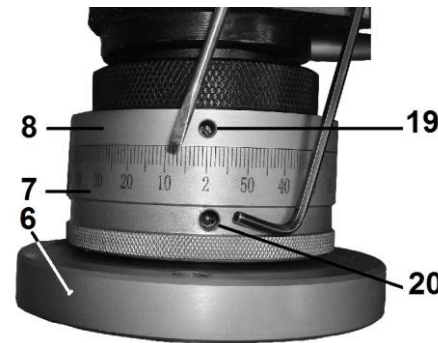

Рис. 8
6.4. Для установки в удобное положение нониуса (8) ослабьте отверткой фиксирующий винт (19), установите нониус в удобное положение. Зафиксируйте положение винтом (Рис. 8).
6.5. Ослабьте шестигранным ключом фиксирующий винт (20). Удерживая маховик (6) и вращая лимб (7), произведите установку лимба (7) в нулевое положение относительно разметки нониуса (8), Рис. 8, 9.
6.6. При установке заготовки на определённый угол вращайте маховик (6) только в одном направлении (для устранения люфта редуктора). Если при вращении маховика (6) вы перешли необходимое показание, вернитесь на один оборот маховика (6), повторите установку на необходимое показание (Рис. 8, 9).